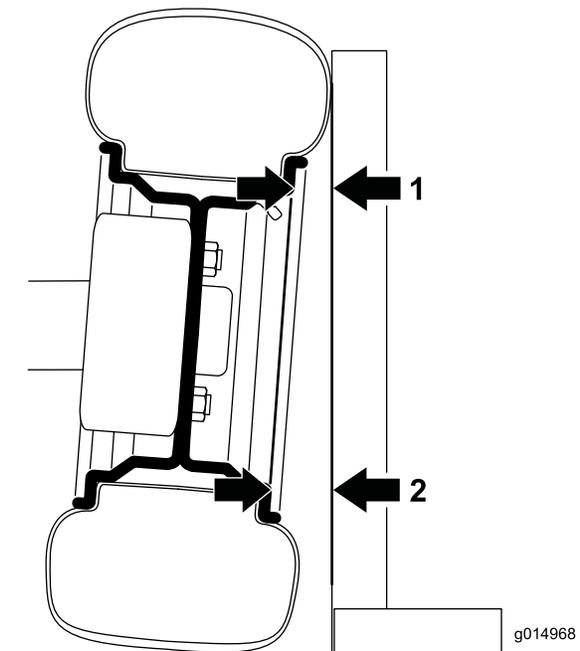

Bild 32
1. Zum Messen der Neigung legen Sie ein rechtwinkliges Rechteck auf den Boden, wobei die vertikale Kante die Vorderseite des Reifens berühren sollte (Bild 32).
2. Messen Sie von demselben Teil der Nabe oben und unten am Reifen zum Rechteck (Bild 32).